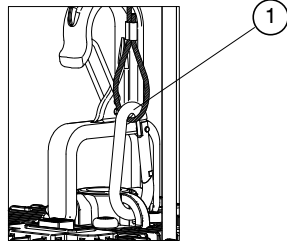

Fig 2
**1.2 Suspenda el accesorio con la cadena o el cable** firmemente sujeto al gancho del accesorio. Nota: después de fijar la cadena o el cable, verifique que el clip de resorte del gancho se haya cerrado. Una vez que la lámpara esté suspendida, conecte el cable de seguridad (1) a la abertura en la carcasa del controlador y asegure el otro extremo del cable a la estructura permanente. (consulte la Fig. 2).